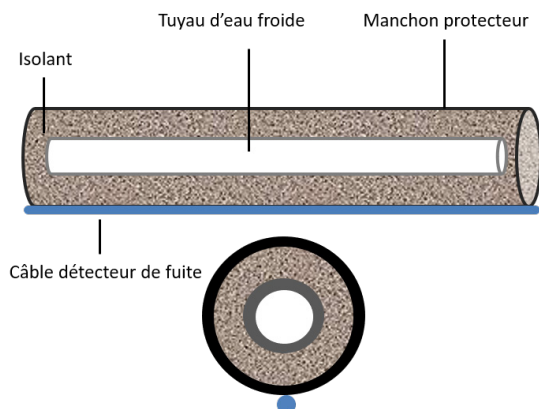
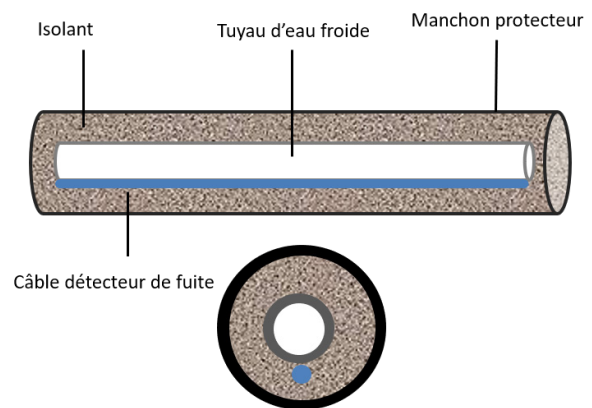

Figure 2.3.1
Figure 2.3.2
Pour les tuyaux dans l'isolant (sans bac de rétention), les figures ci-dessous [figure 2.3.1 et figure 2.3.2] présentent les deux types d'installations possibles.
Explications de l'installation (Figure 2.3.1 & Figure 2.3.2) :
- Le câble détecteur est installé à l'extérieur du calorifugeage, sur le diamètre extérieur du manchon protecteur. (Figure 2.3.1) ;
- Le câble détecteur est installé à l'intérieur du calorifugeage, sur le diamètre extérieur du tuyau d'eau froide. (Dans ce cas, veuillez à prendre en compte les phénomènes de condensation.) (Figure 2.3.2).